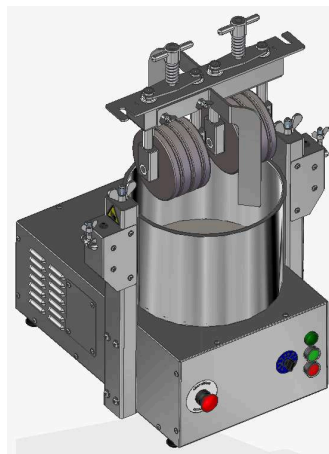

Рис. 4
7.1.5. Установите на меланжер траверсу с жерновыми и скребками, зафиксировав их гайками (рис. 4).